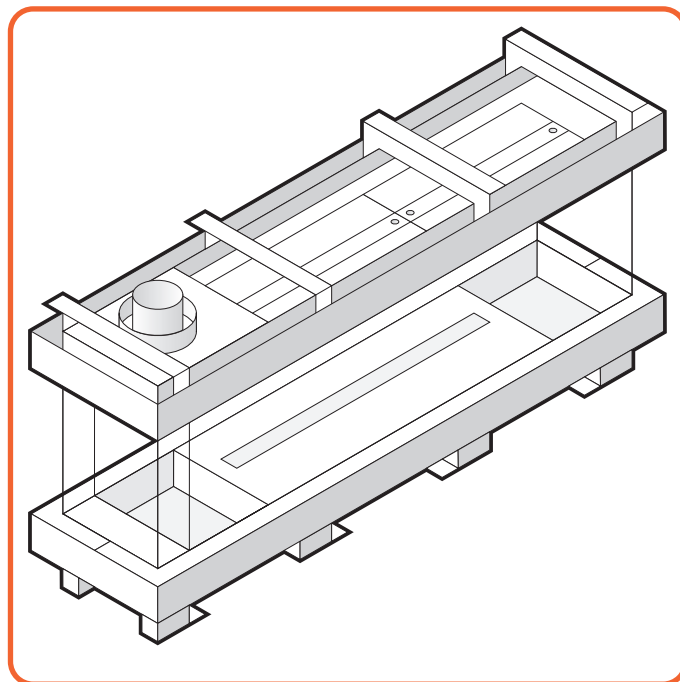

Figura 10.14 - Rappresentazione isometrica di Summum 140 4S
10.1.5 Montaggio e smontaggio delle strisce di copertura di Summum 140 4S (vedi Figura 10.14.)